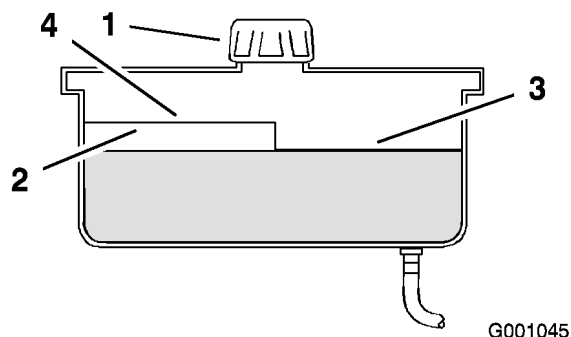

Figure 51
2. Nettoyez la surface autour du goulot de remplissage du réservoir hydraulique (Figure 51).
3. Enlevez le bouchon du goulot de remplissage et vérifiez si le réservoir contient du liquide (Figure 51).
Remarque: Lorsque l'huile est chaude, le niveau de liquide doit atteindre le haut du repère "à chaud" sur le déflecteur (Figure 51).